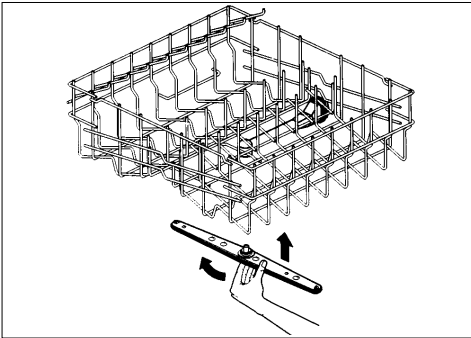

fig. 10
- Neem de bovenste sproeiarm uit door deze – met een draaiende beweging – rechtstandig naar beneden te trekken (zie fig. 10).